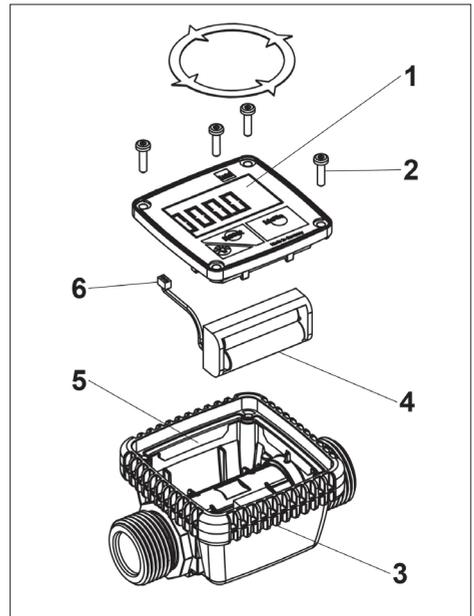

Bild 6
Das Display des Durchflusszählers TR3 (1) kann sowohl vertikal als auch horizontal montiert werden, um je nach Montage des Zählers eine komfortable Ablesung zu ermöglichen (→ Bild 6). Um das Display zu drehen, werden die vier Schrauben (2) auf der Oberseite gelöst und das Display nach oben angezogen. Das Display kann nun in einer beliebigen Ausrichtung wieder aufgesetzt werden. Der Gummi-Stoßschutz (3) darf nicht mitgedreht werden.